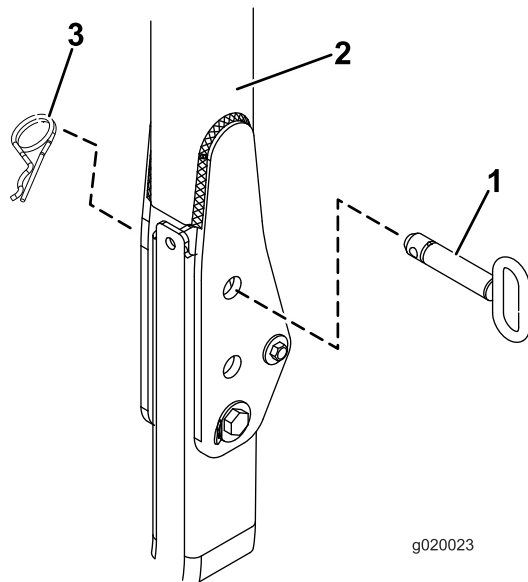

Figura 29
2. **Per i trattorini Reelmaster 3555 e 3575**, saltate al passaggio 10. Per tutti gli altri modelli, con il roll bar in posizione sollevata, rimuovete le coppiglie e le 2 spine (Figura 29).